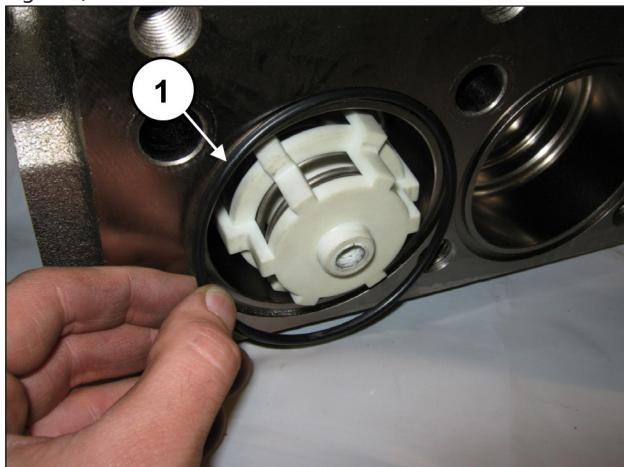

Fig. 153
Appicare l'O-ring frontale alle valvole di aspirazione (pos. ①, Fig. 153).